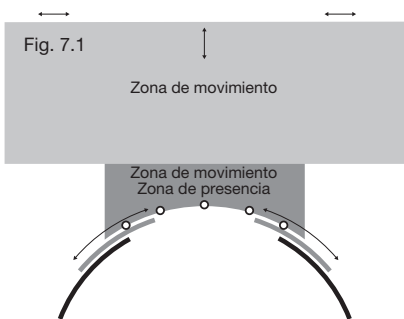

Fig. 7.1
- Puerta curva hacia afuera:** Use marcadores 5 (ver fig. 7.1)